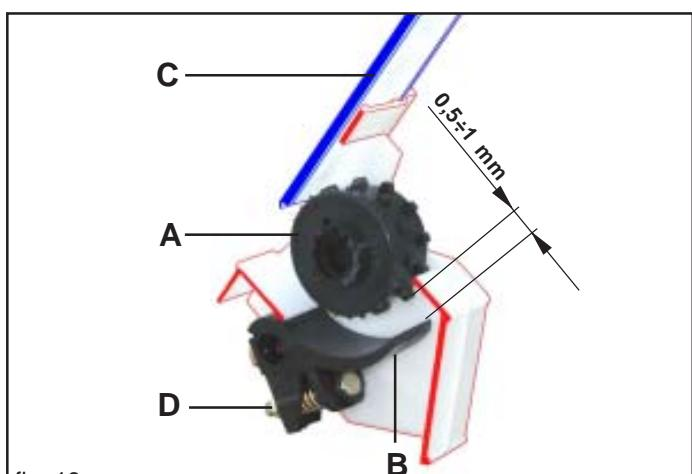
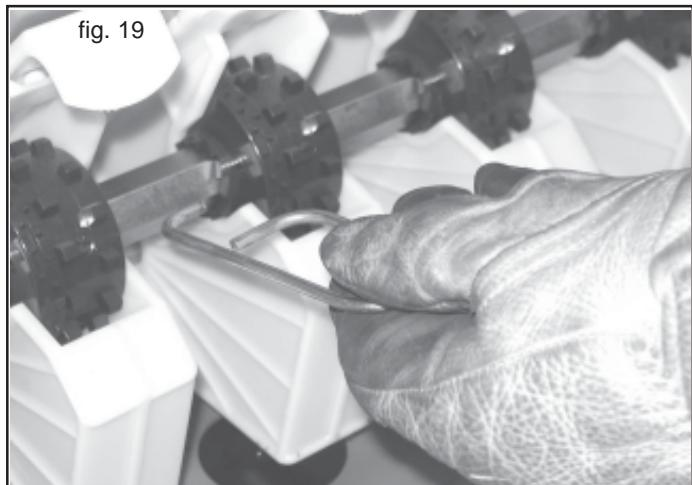
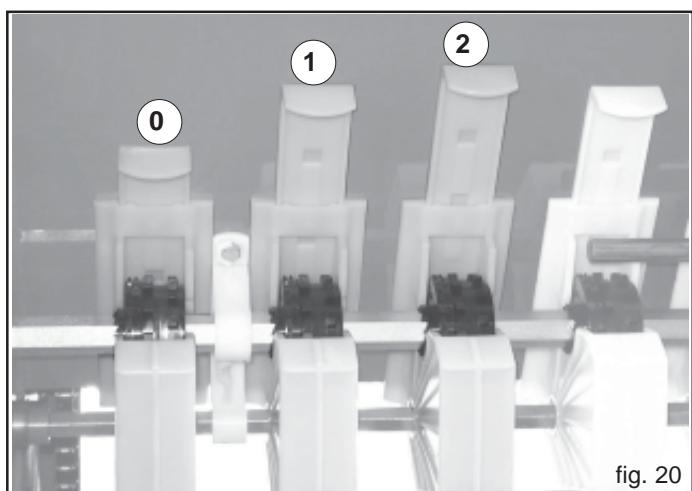

fig. 18
fig. 19
fig. 20
S'ils sont positionnés correctement, les tâteurs (B Fig. 18) garantissent une distribution fluide et constante des graines.
Pour obtenir une distribution optimale des semences, vérifier périodiquement la position des tâteurs (B): régler la distance entre le tâuteur et le rouleau distributeur (A) à $0,5 \div 1$ mm (Fig. 18) par l'écrou (D).
Avant le début de l'ensemencement, il faut choisir le rouleau distributeur le plus adéquat sur la base du type de semence (A Fig. 18). La machine est prédisposée avec les rouleaux pour graines petites, moyennes et grandes. Sélectionner le type de rouleau distributeur selon les indications figurant dans le Tableau 4 (page 92). Pour la sélection du rouleau à petites dents il faut insérer la clé fournie avec la machine (Fig. 19) dans le trou sur le côté gauche du rouleau et pousser à l'extérieur l'arrêt d'entraînement. Pour remettre le rouleau dans sa position initiale, appliquer la procédure contraire.
Les lames pour la fermeture des goulots de sortie des graines de trémie (C Fig. 18) ont trois positions de réglage (Fig. 20):